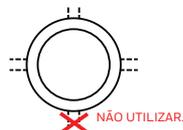

Fig. 1. Ligações da linha de impulso da unidade de mistura V2MU.
- (Consulte as Fig. 1) Para evitar que a condensação de um retrocesso entre em qualquer linha de impulso do Módulo de relação combustível/ar, não devem ser utilizadas portas de pressão apontadas para baixo na unidade de mistura V2MU ou em qualquer outro dispositivo.
NOTA: NÃO conecte o permutador de calor a uma porta C apontada para baixo na unidade de mistura! Consulte a Fig. 1.